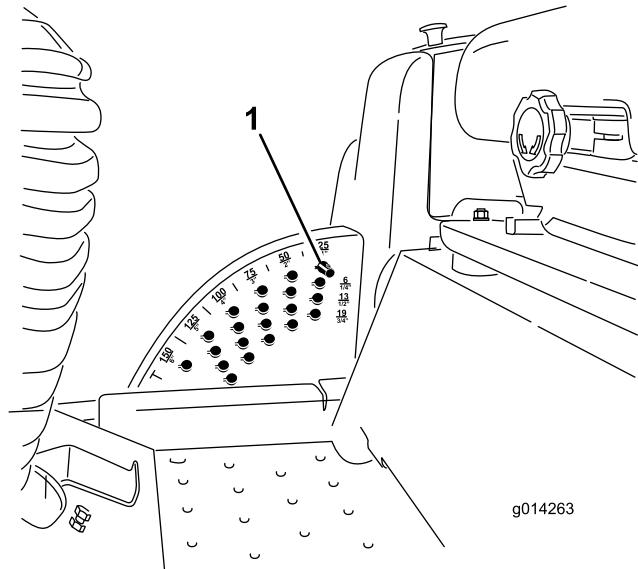

Рисунок 2
- Заметьте положение штифта регулировки высоты скашивания относительно положения кронштейна регулировки высоты скашивания, чтобы использовать это положение при повторной сборке (Рисунок 2). Удалите штифт регулировки высоты скашивания из кронштейна регулировки высоты скашивания.